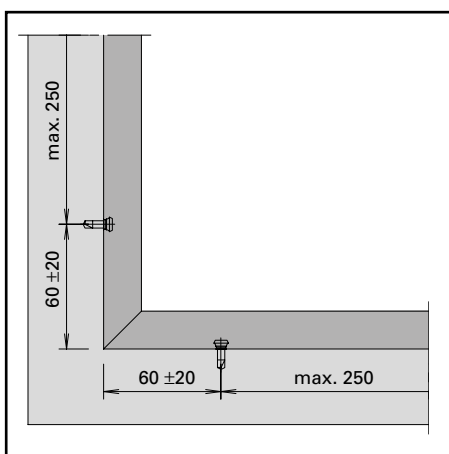

Abb. 7 / Fig. 7 / Fig. 7
**Anordnung Befestigungsknöpfe (Abb. 7)**
**Disposition des boutons de fixation (fig. 7)**
**Positioning fastening studs (fig. 7)**